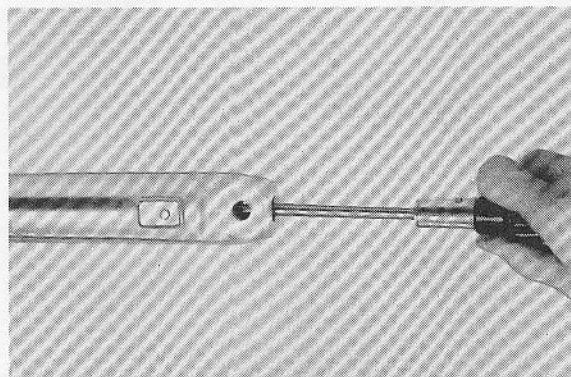

Fig. 5-6-4
3. Remove the pan head screw from bottom of outer tubes. (Fig. 5-6-4)
3. Retirer la vis à six pans en bas des tubes extérieurs. (Fig. 5-6-4)